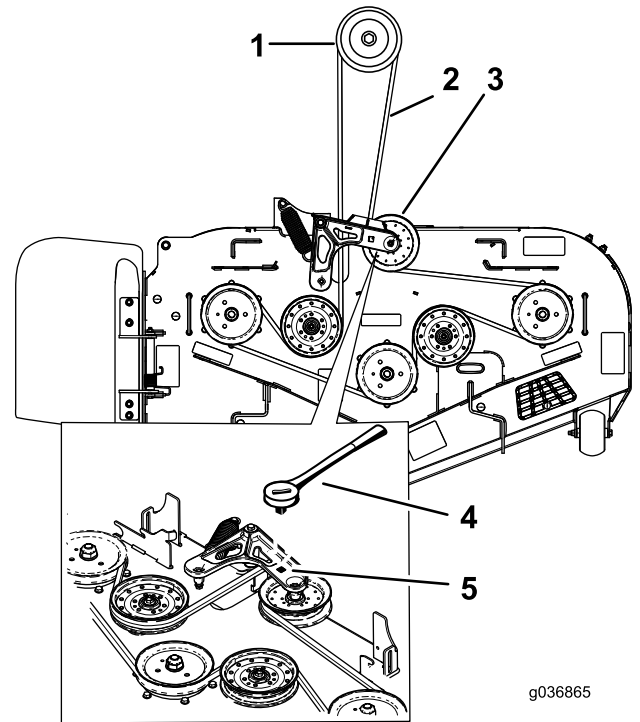

**Figure 93**
5. Détachez le ressort de la poulie de tension à ressort. Voir Figure 93 ou Figure 94.
**Remarque:** Pour les tabliers de coupe des tondeuses séries 1500 et 2000, utilisez l'outil de dépose du ressort (réf. Toro 92-5771) pour décrocher l'ergot du tablier de coupe (Figure 93).